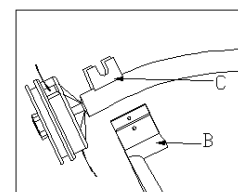

Fig.2A
Placez le capot (B) sur la patte (C), mettez les rondelles (D) sur le boulon, insérez le boulon (E) et l'écrou (F), enfin serrez fortement (voir Fig 2A et Fig 2B).